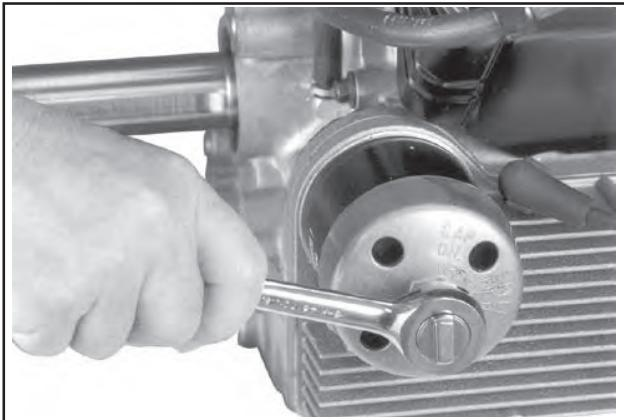

Abbildung 9-5. Ausbau des Ölfilters.
- Den Ölfilter entfernen und entsorgen. Siehe Abbildung 9-5.